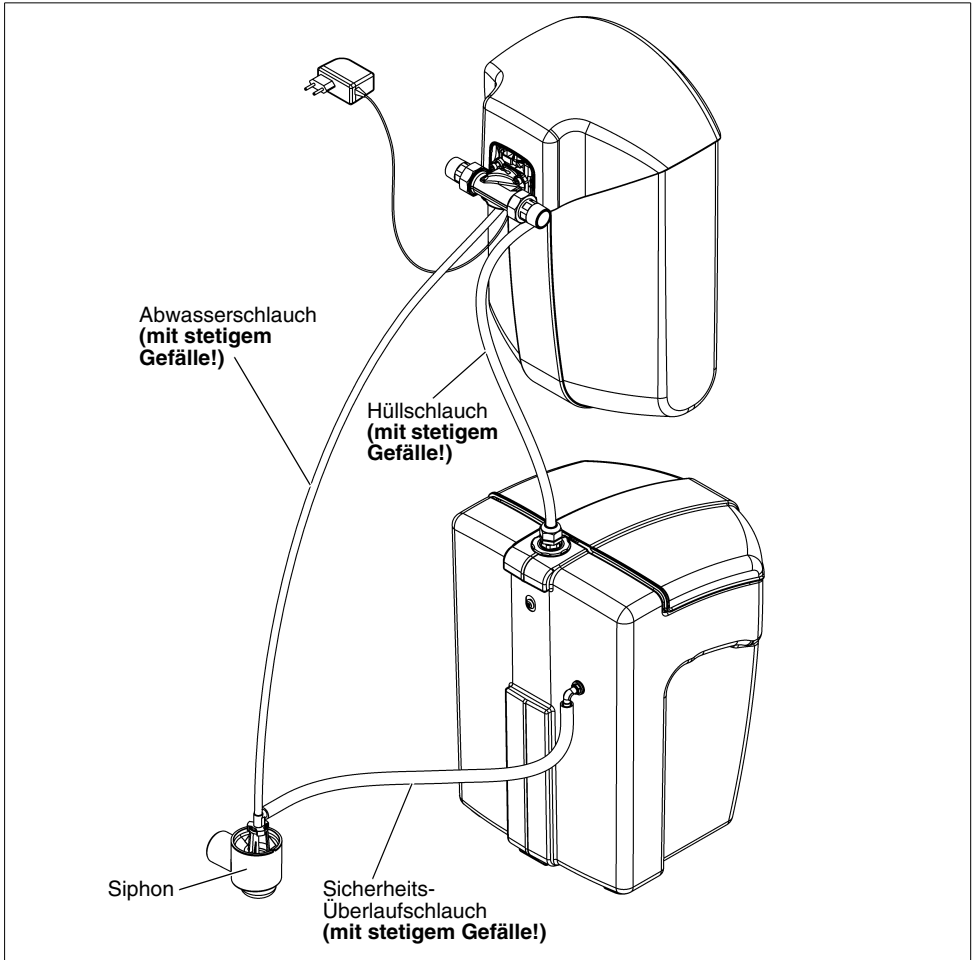

Abb. 10: Anschluss an Siphon
**⚠ Falls der Salzvorratsbehälter direkt neben der Enthärtungsanlage platziert wird, so muss darauf geachtet werden, dass der Hüllschlauch (siehe Abb. 10) ein stetiges Gefälle von der Enthärtungsanlage zum Salzvorratsbehälter hat.**
Die Schläuche für das Regenerationsabwasser und den Sicherheitsüberlauf müssen beide knickfrei zum Siphon (im Lieferumfang) verlegt werden. Der Siphon gewährleistet einen freien Auslauf nach DIN EN 1717 (siehe Abb. 10).